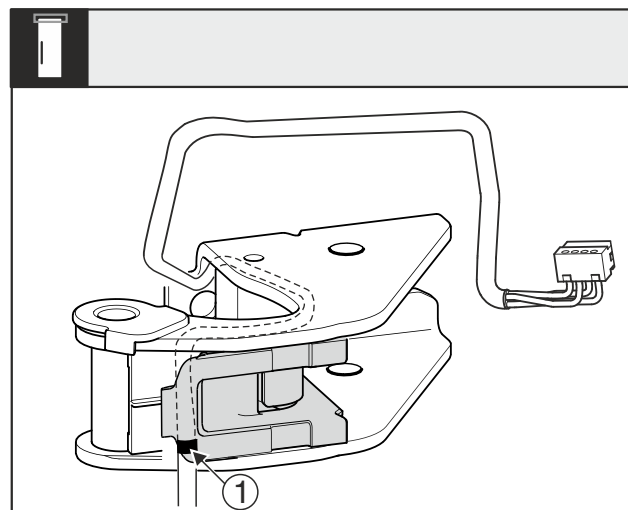

Fig. 27
- La marca central Fig. 27 (1) debe estar en el borde del portacables.